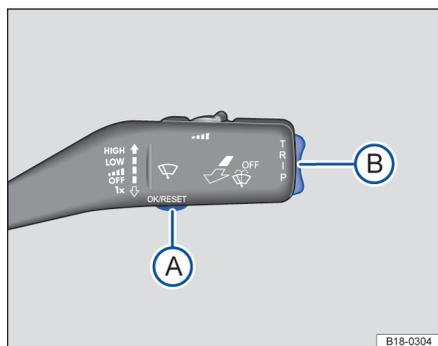
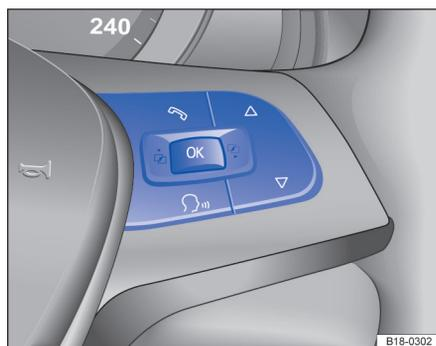

图 24 信息显示选择按钮
图 25 部分车型信息显示选择按钮
- 配备多功能方向盘的车型，可通过方向盘菜单切换按钮 **A** 或 **B** 或 **OK** 键 \Rightarrow 图 25 在存储器 1、2 之间进行切换。
行驶时间显示的是上一次清空信息储存器后的车辆累计行驶时间，如果您想从某个特定时间点开始累计行驶时间您必须首先按动按钮⇒图 24(A)或按压多功能方向盘上的(OK)键⇒图 25，清除这一存储信息。
行驶距离显示的是上一次清空信息存储器后的车辆累计行驶距离，如果您想从某个特定时间点开始累计行驶距离请先长按按钮⇒图 24(A)或按压多功能方向盘上的  键⇒图 25，清除这一存储信息。超出累计行驶距离上限后存储器自动归零并重新开始计数。
此处显示的是您根据实际情况设置的车速报警信息。如果您想重新设定报警的车速，您必须首先按动按钮  将报警车速复位。或按压多功能方向盘上的  键 。然后再次按动按钮重新进行设置：拨动开关上端，可提高报警车速；按动开关下端 ，可降低报警车速。或按动多功能方向盘上的按钮  或   按图 25 按钮设定完闭后，按下按钮确认报警车速修改信息。当行驶速度超过设定的车速时，设置的速度显示闪烁，同时伴随有警告音响起。